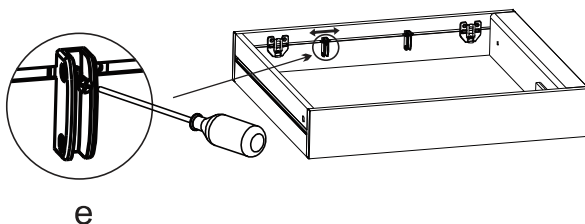

Abb. 14
4.3. Lösen Sie die Befestigungsschraube (e) und stellen Sie die Position des Regals ein, Abb. 14